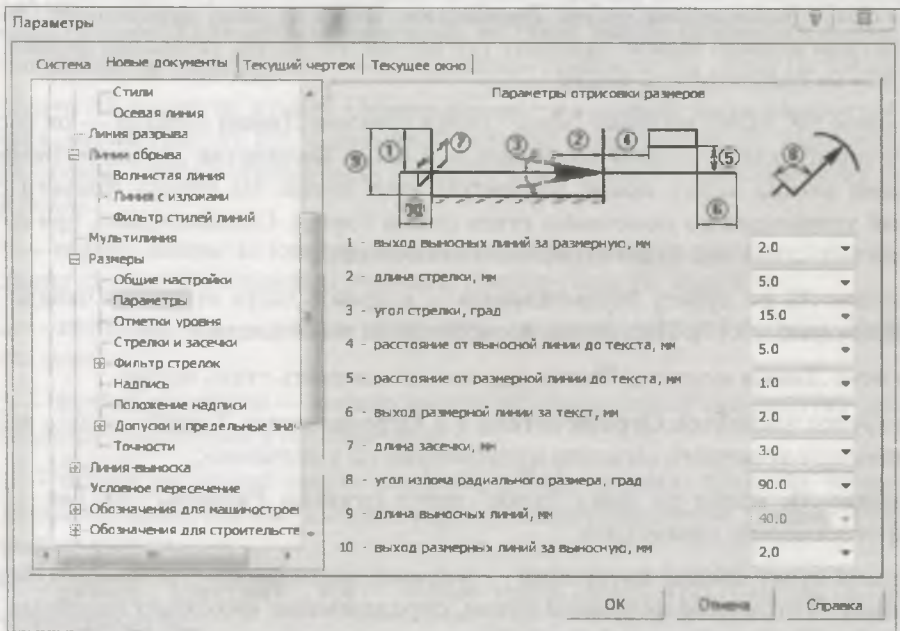

Рис. 17.18. Диалоговое окно Параметры с открытой панелью Параметры отрисовки размеров
- ♦ выделите ЛК мыши пункт **Параметры** — в правой части появится панель **Параметры отрисовки размеров** (рис. 17.18). Эта панель позволяет настроить внешний вид проставляемых размеров в соответствии с поясняющим рисунком. В данном